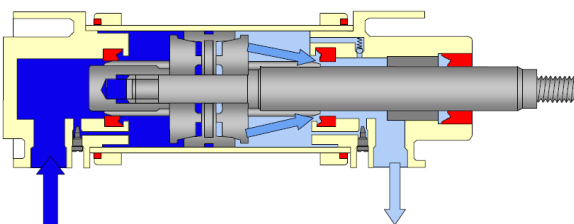

Fig. 12.
Deze cilinders zijn uitgerust met een “bufferzuiger” (1) die vóór het einde van de zuigerslag de hoofduitgang van de lucht verspert (Fig. 12).